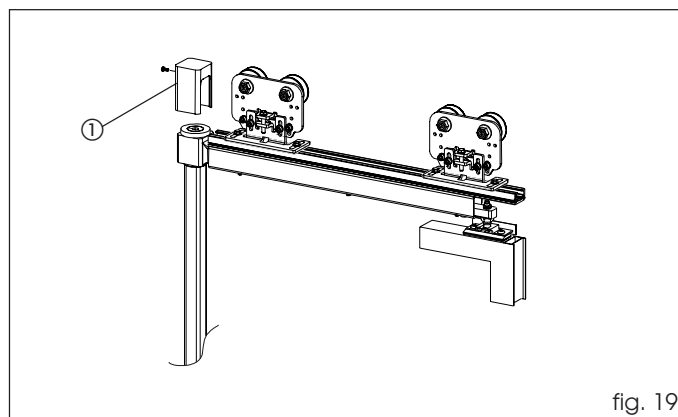

fig. 19
Monte el tapón de cierre utilizando el tornillo en dotación (fig. 19 ref. ①).